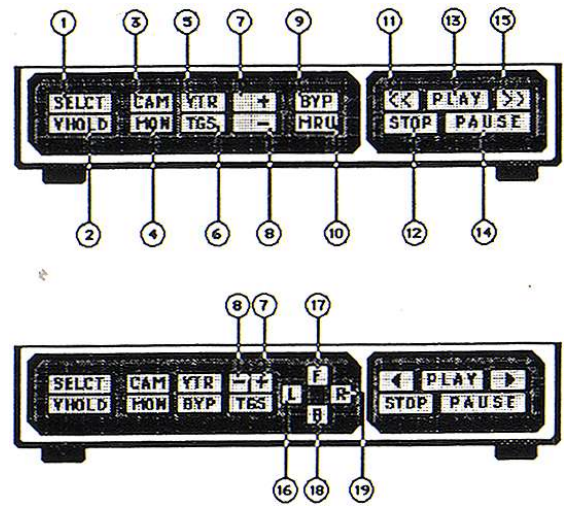

Bild 3-3 Tastenfelder
- Bild 3-3 Tastenfelder
Bild 3-3 zeigt zwei mögliche Konfigurationen des Tastenfeldes. Diese sind jeweils in zwei Hauptgruppen aufgeteilt: System-Kontrolle und VTR- (Videorecorder-) Kontrolle. Tabelle 3-1 beschreibt die Elemente die in Bild 3-3 gezeigt werden.